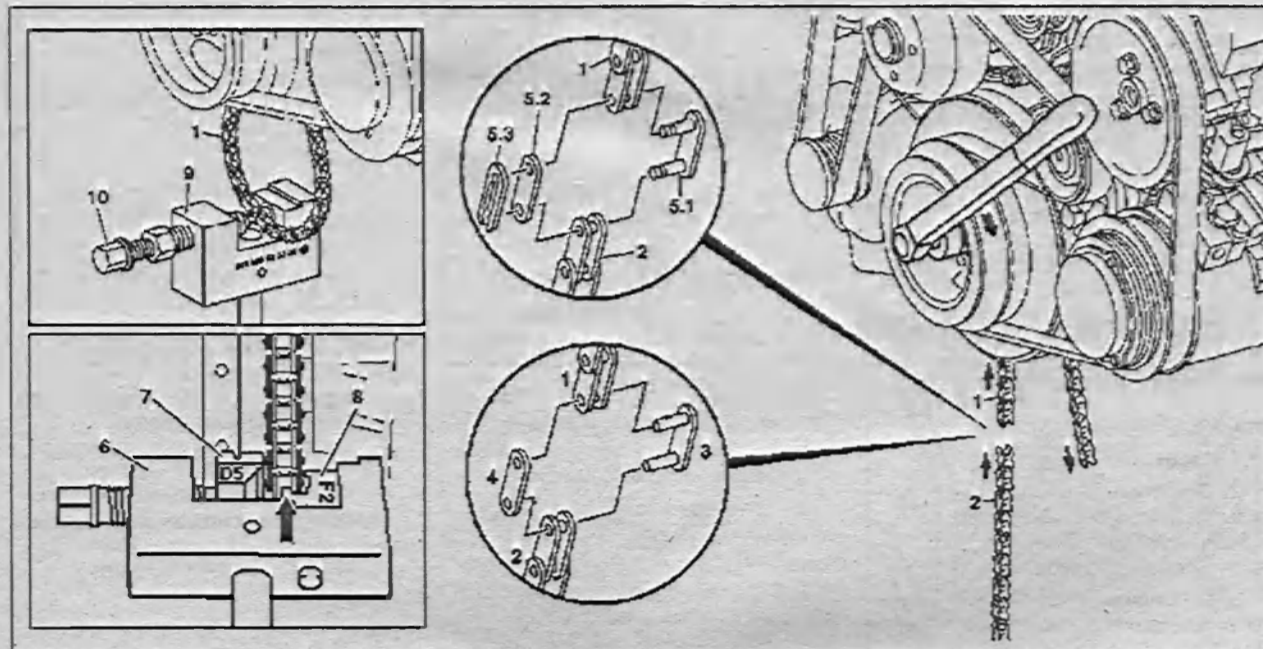

Рис. 3.59. Замена цепи привода масляного насоса:
2. Отсоедините старую цепь 1 (рис. 3.59). На двигателях OM611 цепь привода масляного насоса может быть заменена без снятия масляного насоса.